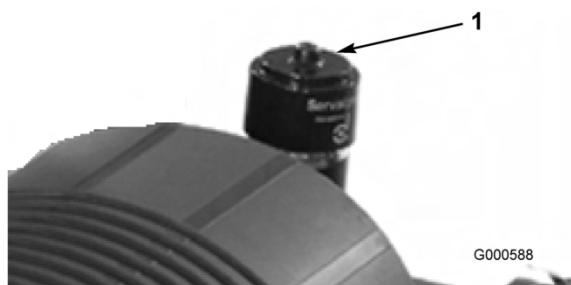

Figura 28
Faça a manutenção ao filtro de ar apenas quando o indicador de manutenção (Figura 28) o exigir.
- Reinic peace o indicador (Figura 28) se este se apresentar vermelho.